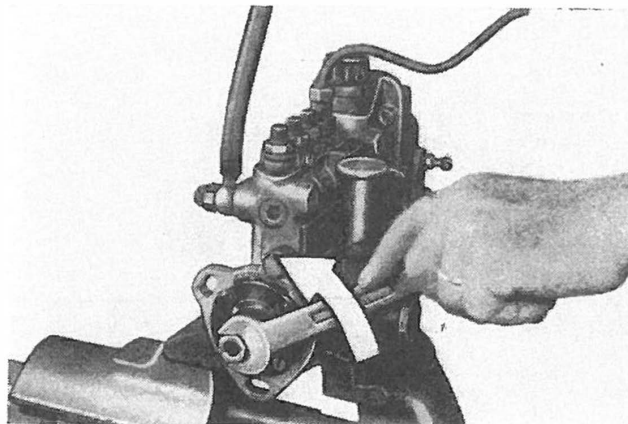

Fig. 98
- Collegare la tubazione arrivo combustibile ad un serbatoio, disporre la pompa, in portata massima, su una morsa e ruotarla a mano nel senso della freccia (Fig. 98).
3. Connect fuel feeding tube to a tank, place pump in maximum delivery position in a vise and rotate it manually in direction shown by arrow (Fig.98).
-Raccorder les tubes d'arrivée de combustible à un réservoir, placer la pompe sur étau, en position de débit maximum, et la tourner à la main dans le sens de la flèche (fig.98). Le combustible venant du réservoir entrera dans la pompe par le trou d'alimentation du cylindre de pompe et débordera par le tube de l'outil ou par le raccord de refoulement.